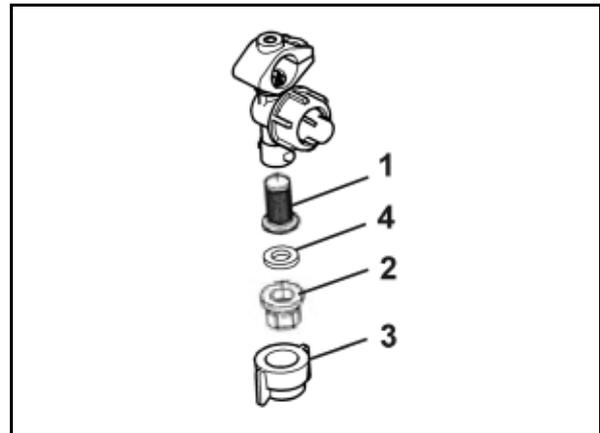

Fig. 90
1. Den Düsenfilter (Fig. 90/1) von unten in den Düsenkörper einsetzen.
2. Die Düse (Fig. 90/2) und die Bajonettkappe (Fig. 90/3) einlegen.
3. Gummidichtung (Fig. 90/4) oberhalb der Düse einlegen.
Ablagerungen am Membransitz (Fig. 90/6) sind die Ursache für ein **nicht** nachtropffreies Abschalten der Düsen bei abgeschaltetem Gestänge. Dann die entsprechenden Membrane wie folgt reinigen: